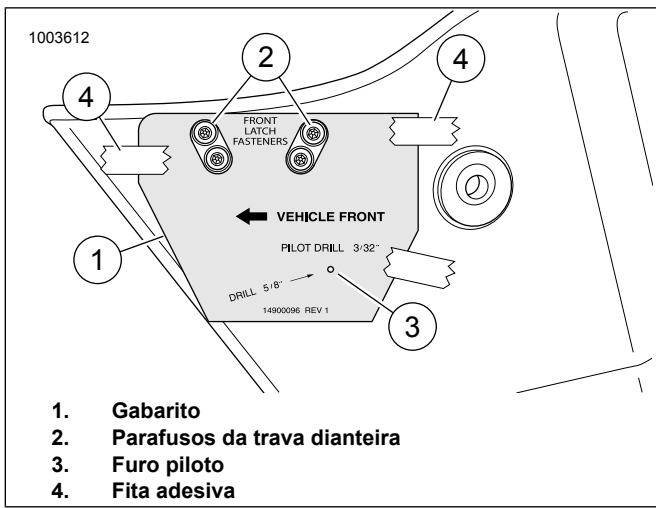

Figura 1. Gabarito e alforje
1. Veja a figura 1. Coloque o gabarito (1) na frente externa do alforje. Os furos ovais do gabarito se encaixam sobre os parafusos da trava dianteira (2). Fixe o gabarito com fita adesiva (4).
2. Faça um furo piloto de 3/32 pol. (3).